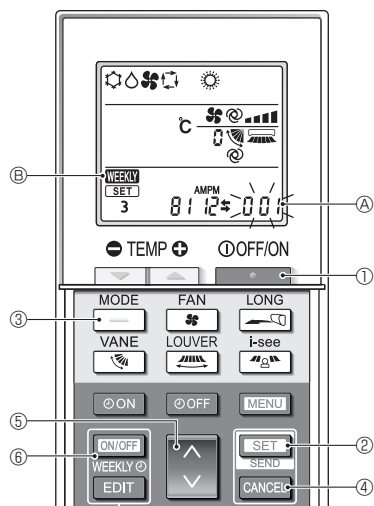

Fig. 6-7
- Appuyez sur la touche **MENU** ②.
6.9.8. Désactivation du mode AUTO (Fig. 6-7)
- Appuyez sur la touche **POWER** ① pour arrêter le climatiseur.
- Si la minuterie hebdomadaire est activée, appuyez sur la touche **ON/OFF WEEKLY** ⑥ pour la désactiver. (**WEEKLY** ⑥ disparaît.)
- Appuyez sur la touche **SET** ② pendant 5 secondes.
- L'appareil passe en mode de réglage des fonctions. (Le numéro de réglage du modèle ④ clignote.)
- Appuyez sur la touche **UP/DN** ④.
- Achèvement des réglages (Fig. 6-7)